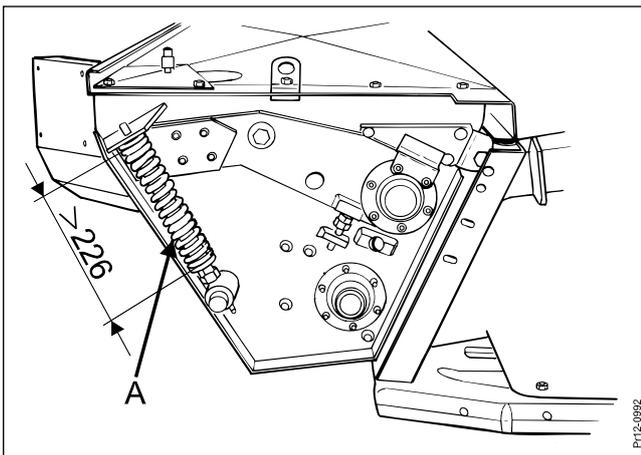

Fig. 3-20
**Fig. 3-20** des ressort aussi bien dans une faible que dans une grosse quantité de foin. Ce système permet aux rouleaux de s'écarter et d'éviter tout dommage en cas de passage de corps étranger.